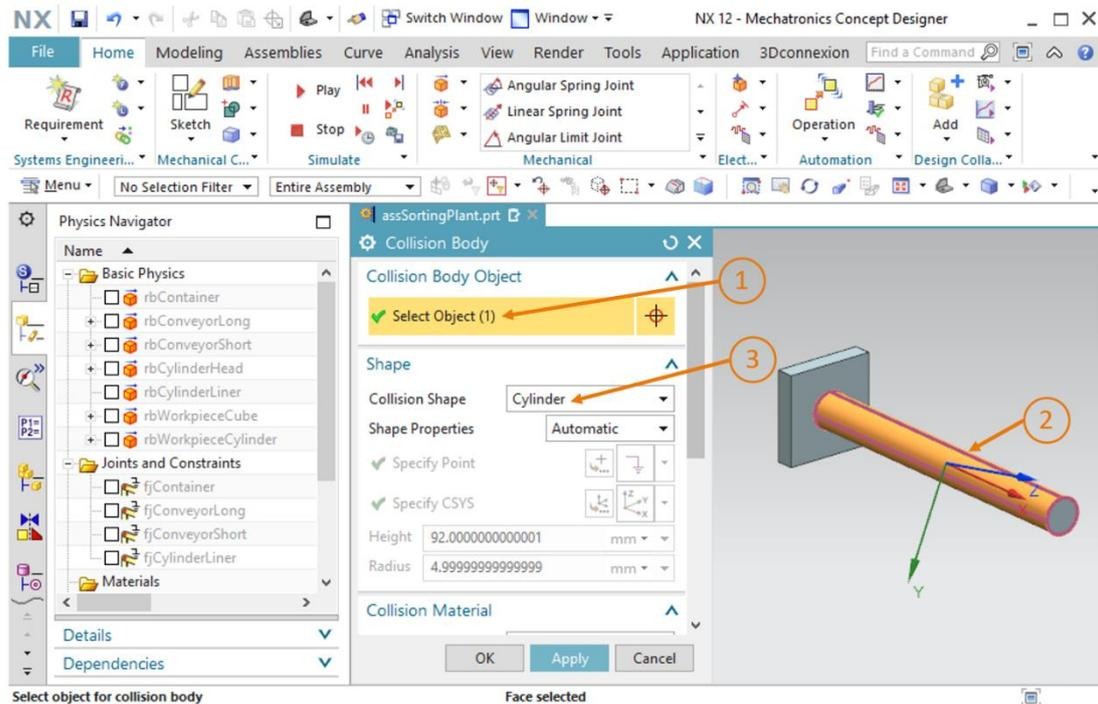

Figure 30 : Création du corps de collision pour le cylindre de guidage de la tête d'éjection
- Créez également un corps de collision pour le guide cylindrique de la tête d'éjection, car une collision du guide avec une pièce à usiner et en principe possible. Pour cela, ouvrez la commande "Collision Body" (Corps de collision) et sélectionnez la **surface cylindrique** comme objet de collision (voir Figure 30, étapes 1 + 2). Affectez la forme de collision "**Cylinder**" (Cylindre) à ce corps (voir Figure 30, étape 3) et affectez le nom "**cbCylinderHeadLiner**". Confirmez ces réglages en cliquant sur le bouton "OK"